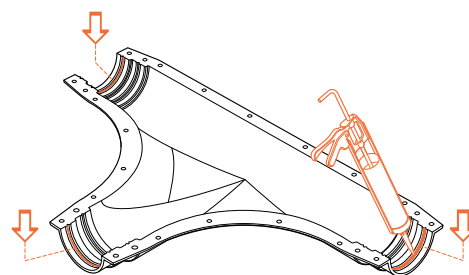

Рис. 4.6.2
2. Собрать фитинг обжимной: навинтить гильзу на втулку до упора (рис. 4.6.2).
2. Нанести герметик на обе половины защитного кожуха в местах последующего прилегания поверхности защитных оболочек труб (рис. 4.6.2).